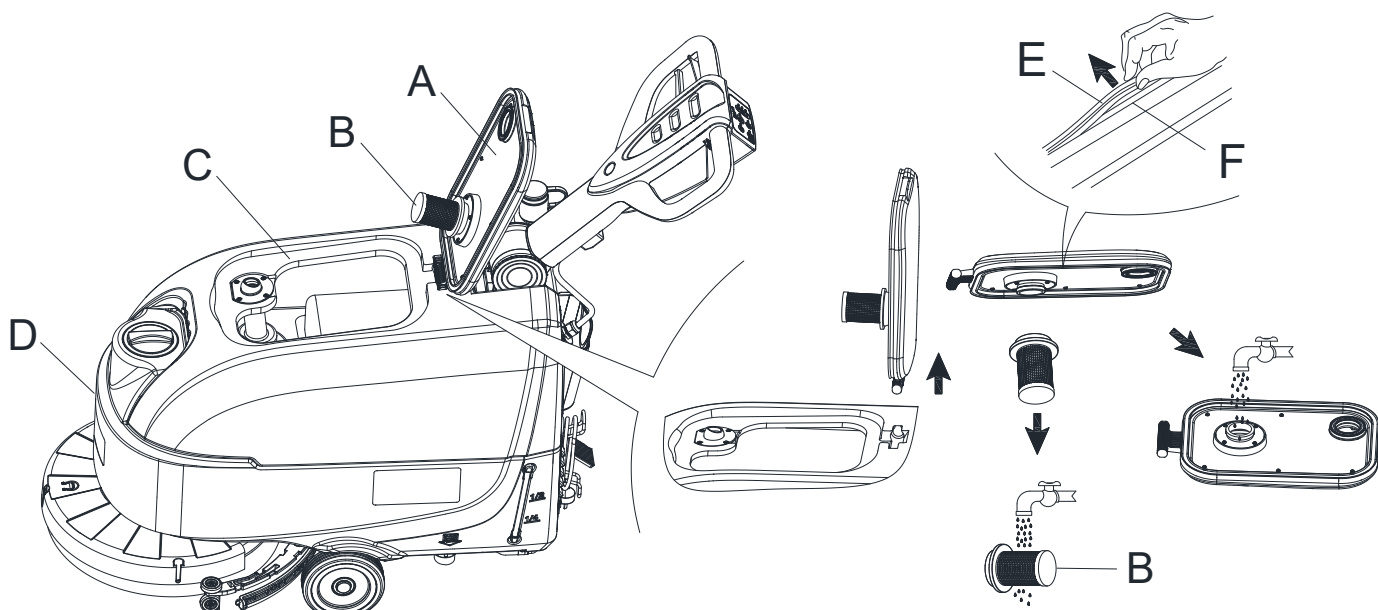

Figura 17
3. Rotiți capacul rezervorului de recuperare (A, Figura 17) la 90 de grade, de unde poate fi scos de pe rezervor, și apoi scoateți filtrul flotor cu sferă (B) de la capacul rezervorului de recuperare.
4. Curățați capacul rezervorului de recuperare (A), rezervorul de recuperare (C), rezervorul de soluție curată (D) și filtrul flotor cu sferă (B). Goliți rezervorul de recuperare cu ajutorul furtunului de scurgere (D, 11).
5. Instalați filtrul flotor cu sferă (B) și capacul rezervorului de recuperare (A).
7. Verificați dacă suprafața de contact a garniturii de etanșare (E) este integră și etanșarea se realizează suficient. Dacă este necesar, scoateți garnitura de etanșare din canelura presetupei (F) și înlocuiți-o. Asamblați noua garnitură de etanșare așa cum se vede în (Figura 17), îmbinarea trebuie să se facă în zona din mijloc.
8. Închideți capacul rezervorului de recuperare (A).